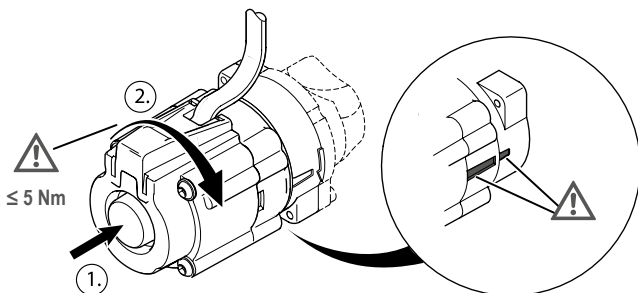

Fig. 16-3
- Pumpe ¼ Umdrehung im Uhrzeigersinn bis zum Anschlag drehen. Die Markierung auf dem Pumpenkopf muss mit der kürzeren Markierung auf dem Pumpenadapter übereinstimmen (siehe Fig. 16-3). Der Durchfluss zum Heizkörper/Heizkreis ist in dieser Position der Pumpe nun geöffnet.